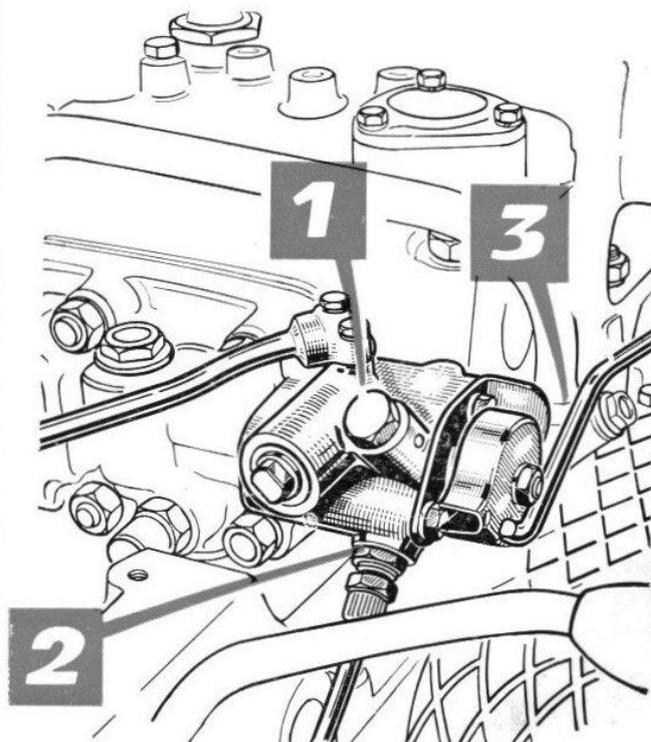

FIG. 98
a) branchement simple effet (fig. 98).